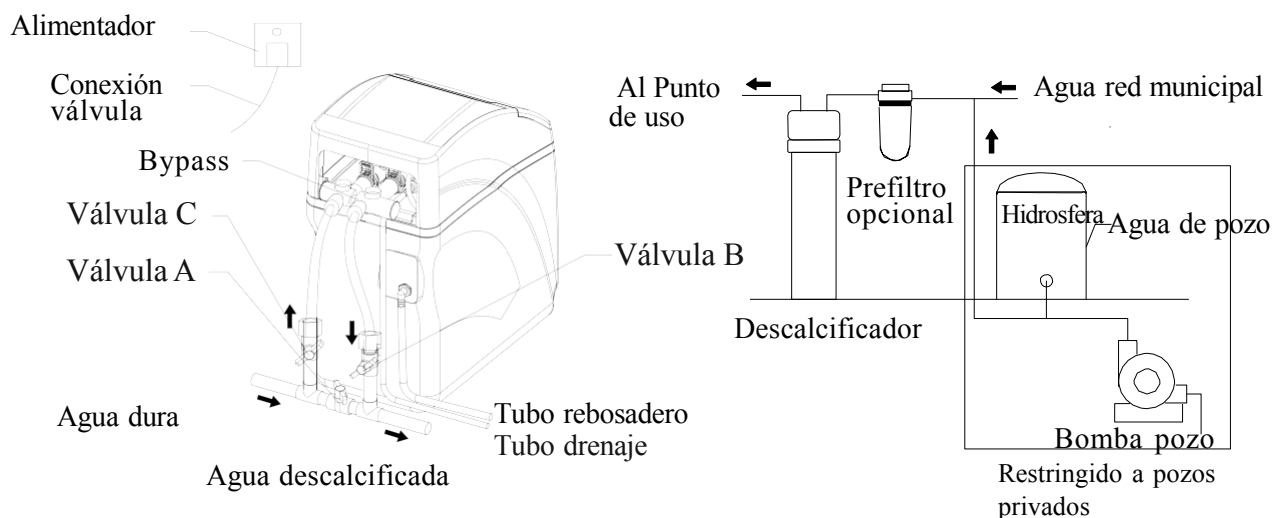

Figura 8.2 Esquema de la instalación
–La instalación de tuberías y conexiones deben ajustarse a las normas de instalación locales. La entrada / salida se debe conectar con la tubería de agua en el mismo eje (Consulte la figura 8.2). No debe invertir la posición de la entrada y la salida del equipo.
–Se sugiere instalar una Válvula de derivación manual (Bypass externo) entre la entrada principal de agua y la entrada / salida del equipo, para facilitar las labores de instalación y mantenimiento (Consulte la figura 8.2).